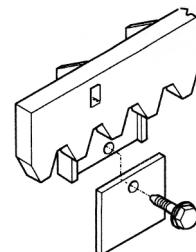

Fig. 9
3.4.3. CREMALLERA DE NYLON PARA ATORNILLAR (fig. 9)